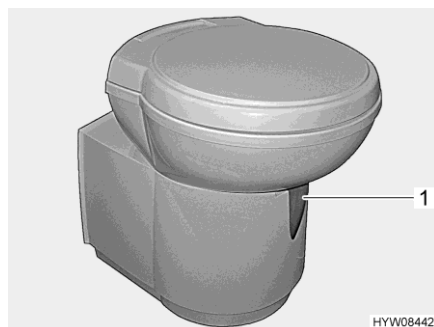

Fig. 109 WC Thetford (orientable)
- Avant d'actionner la chasse d'eau, ouvrir le curseur des toilettes Thetford. Pousser pour cela le levier du curseur (Fig. 109,1) dans le sens inverse des aiguilles d'une montre.